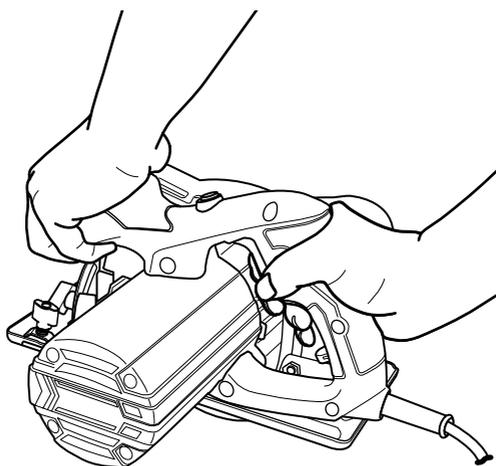

Fig. 12
- > Tenez l'appareil avec une main sur la poignée arrière [2], et l'autre sur la poignée avant [6]. N'essayez jamais d'utiliser le produit avec une seule main ! Ne mettez pas vos mains sous la pièce à découper (Fig. 12).